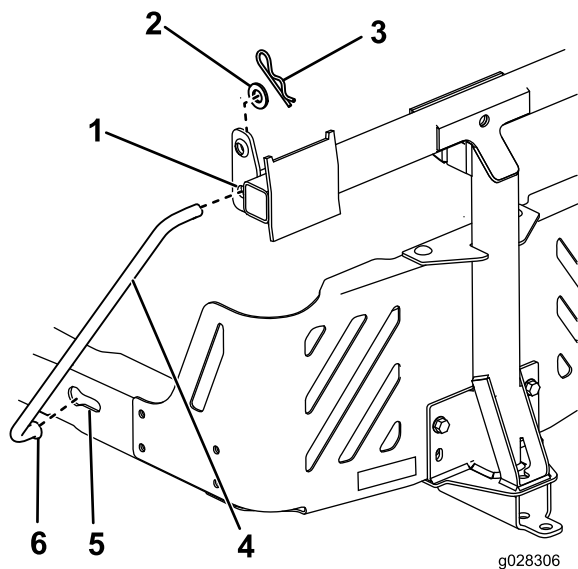

Figura 14
5. Instale el extremo doblado abocinado de una varilla en la ranura con forma de bocallave en el lado izquierdo del bastidor de la máquina y mueva la varilla hacia atrás para que se apoye en el bastidor (Figura 14).
6. Introduzca los extremos doblados de las varillas en el montaje de accesorios, según se muestra en Figura 14, y sujete el extremo de cada varilla con una arandela y una chaveta.